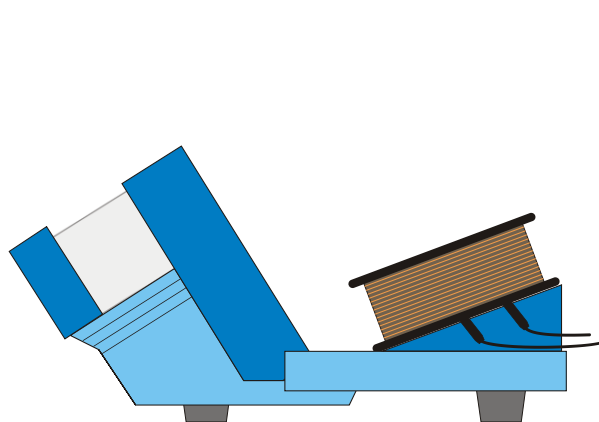

Fig. 3b Montaje de la bobina adicional
- Conecte la bobina con los cables de experimentación (véase fig. 3b).